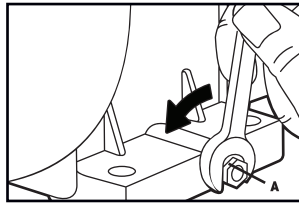

Рис. 5
- С помощью ключа, открутите болт сливного отверстия (А. Рис. 5), расположенный на двигателе под крышкой масляного щупа. Дайте маслу стечь.